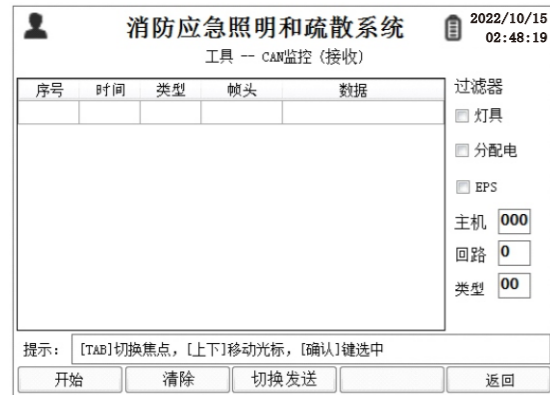

图8.5.1
- 按[CAN监控]键,进入CAN监控界面(如图8.5.1)。(按[Tab]键,切换筛选灯具、分配电、EPS、主机、回路和类型项,按确认]键进行选择)